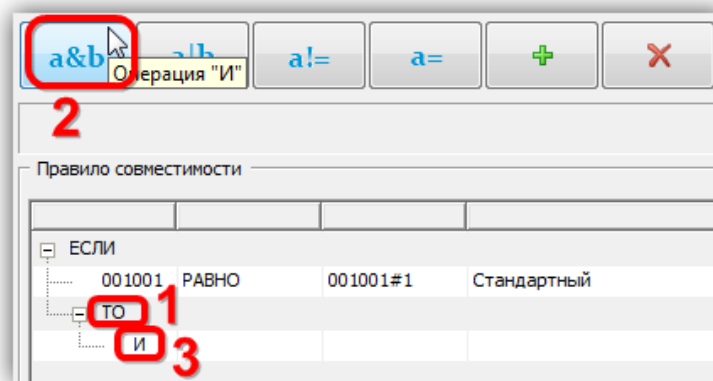

Рис. 10-182 – Добавление оператора «ИЛИ»
5) В левой части окна в таблице «Правило совместимости» выбрать ячейку таблицы с оператором «ЕСЛИ» (1 на рис. 10-182).
6) В правом окне «Перечень опционов» раскрыть дерево опционов и выбрать опцион. В подразделе «Датчики» выбрать опцион «Датчик температуры» (2 на рис. 10-182).
7) Нажать кнопку «Добавить опцион из дерева» панели инструментов. В таблице «Правило совместимости» появится введенное условие (3 на рис. 10-182).
8) Щелкнуть по ячейке со значением опциона и выбрать значение «Стандартный» (4 на рис. 10-182).
- 2) После этого откроется окно «Редактирование правила», которое полностью идентичное окну «Добавление правила», приведенному на рис. 10-182, стр. 433.